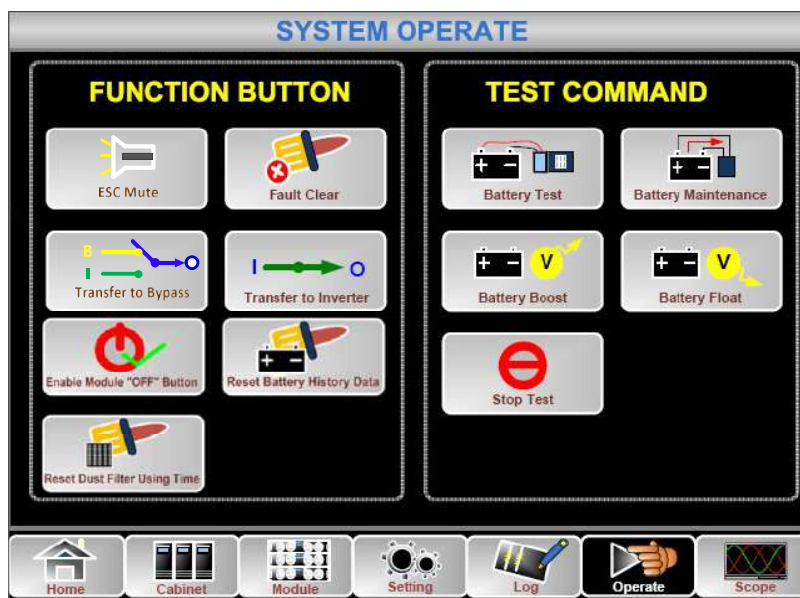

Fig.5-2 Maintenance des batteries
1. Test de déchargement manuel. Entrez dans le menu de fonctionnement (« operate »), comme illustré à la figure 5-2 et appuyez sur l'icône Entretien des batteries (Battery